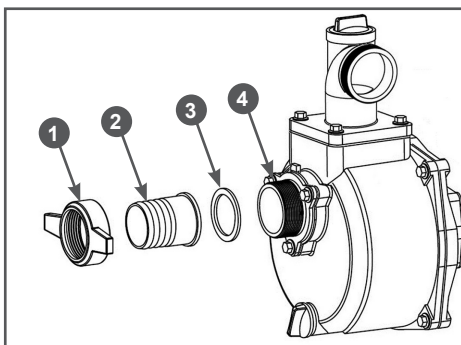

Рис. 8. Установка патрубка всасывающего рукава
1. Установите патрубок 2 через уплотнительное кольцо 3 к впускному (всасывающему) фланцу 4 насоса и плотно затяните гайку 1 патрубка (Рис. 8).